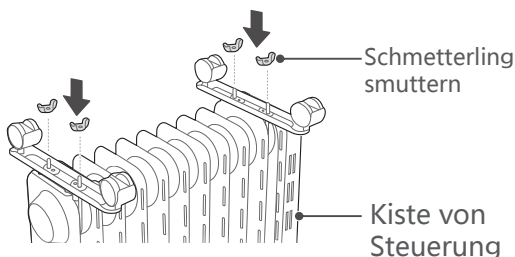

figure 2
3. Wie in Abbildung 2 gezeigt, werden zwei Sätze von Radkomponenten mit vier Erdnusschmetterlingen festgezogen. Installieren Sie den Feststoff und stellen Sie die Heizung in Position: Stellen Sie die Räder einfach auf den Boden.